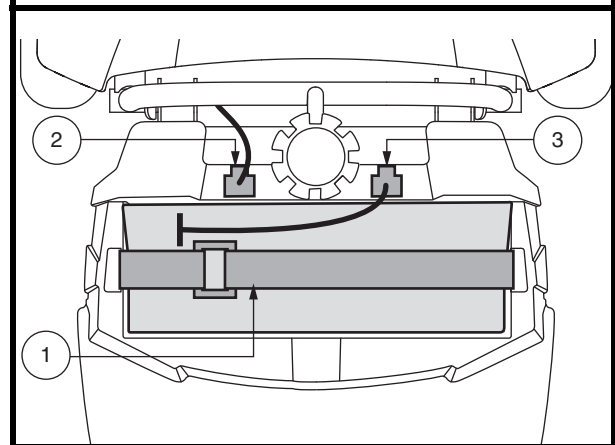

Abb. 16. Batterie-Haltegurt
1. Trennen Sie das Batteriekabel ab und entnehmen das Batteriepack aus dem Elektromobil. **Siehe Abb. 16.**
2. Trennen Sie die Batteriekabel ab und öffnen den Haltegurt. Nehmen Sie das Batteriepack dann aus dem Elektromobil. **Siehe Abb. 16.**